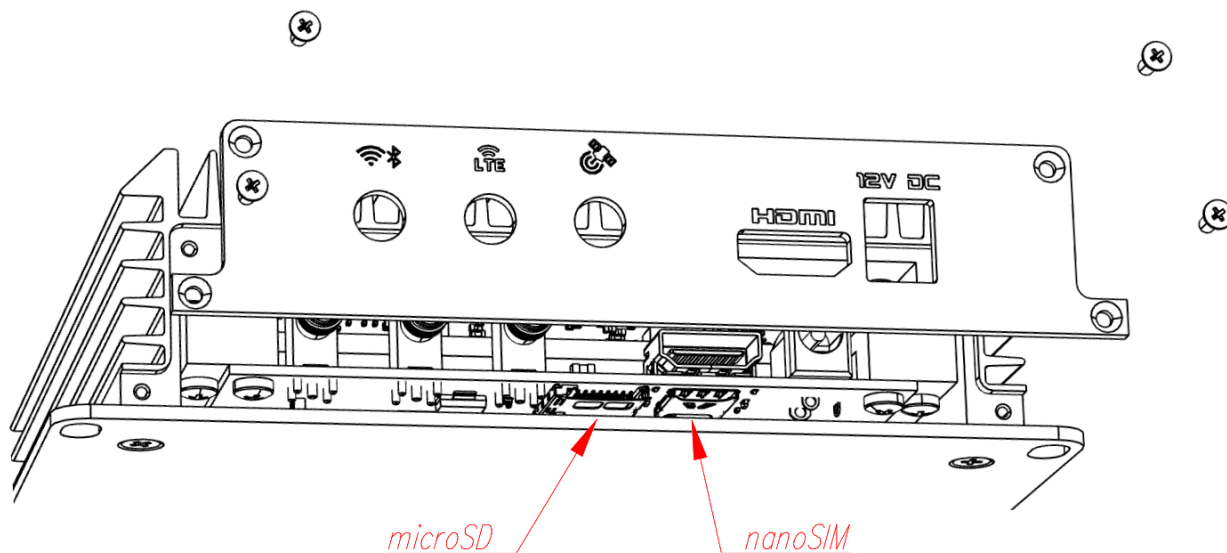

Рисунок 2.3 – Изделие со снятой задней панелью
2.2.3 Для доступа к соединителям X21 «microSD» и X22 «nanoSIM» необходимо демонтировать заднюю панель, выкрутив удерживающие её винты (рисунок 2.3).